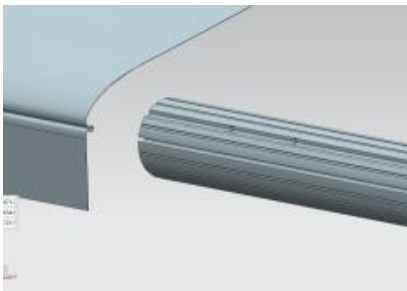
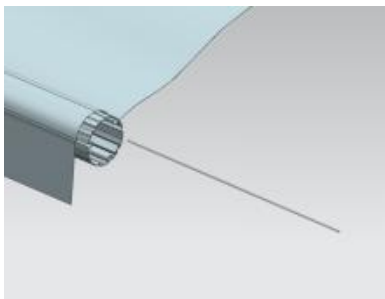
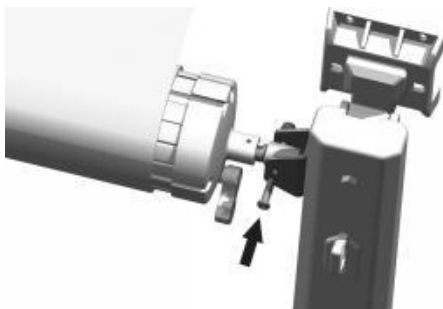

Abbildung C12 Abbildung C13
Abbildung C14 Abbildung C15
Abbildung C15 Abbildung C16
3.5 Öffnen Sie den Stoff, führen Sie ihn in den Schlitz der Rollenhülse ein, stecken Sie dann das vordere Ende des Stoffes in einen weiteren Schlitz der Rollenhülse und befestigen Sie anschließend die Schraube B. Um ein Verrutschen des Stoffes zu verhindern, führen Sie als Nächstes den Stoffstreifen in den Schlitz ein. Zum Schluss befestigen Sie den Schlaufengürtel am Stoffstreifen. (Abbildung C12, Abbildung C13, Abbildung C14, Abbildung C15)
Ring unberührt bleibt, und fädeln Sie den Stoff in die Stoffschiene des Fahrzeugs ein (Abbildung C15). Befestigen Sie die Wellenbohrung am Ende der Rolle an der oberen Halterung der Stützstange (Abbildung C16).